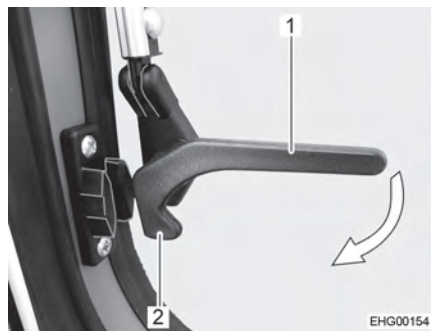

Fig. 41 Palanca de bloqueo de al lado (posición "abierta")
- Girar la palanca de bloqueo de al lado (Fig. 41,1) un cuarto de vuelta hacia el marco de la ventana hasta que engatille el saliente de bloqueo (Fig. 41,2).